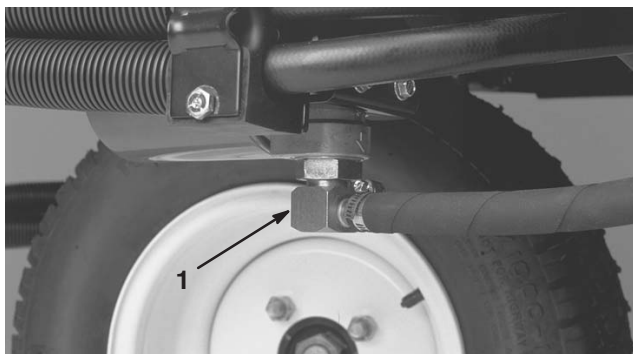
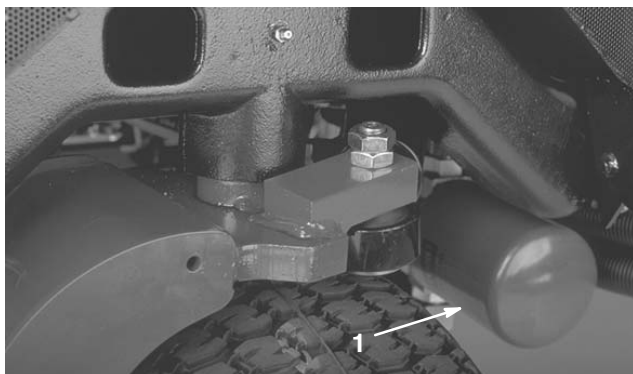

Figure 48
Figure 49
2. Débranchez la conduite hydraulique (Fig. 48) ou déposez le filtre hydraulique (Fig. 49) et laissez couler l'huile dans un bac de vidange. Rebranchez la conduite hydraulique quand toute l'huile s'est écoulée.
3. Nettoyez la surface de montage autour du filtre. Placez un bac de vidange sous le filtre (Fig. 49) et déposez le filtre.